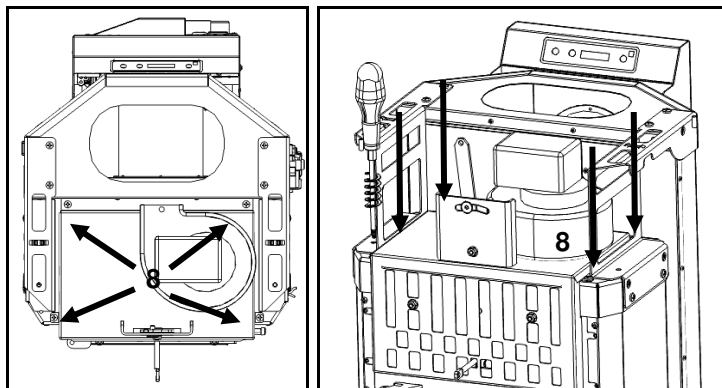

Figura 70 - Fixação do ventilador ao equipamento
i) Apertar o conjunto da Figura 70 na face superior da câmara de combustão utilizando 4 parafusos (A) nos furos preparados para o efeito (8).